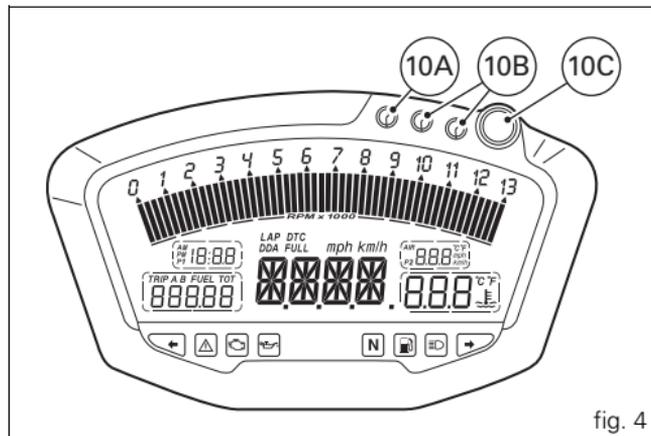

fig. 4
11) TRACTION CONTROL LIGHT (fig. 4)